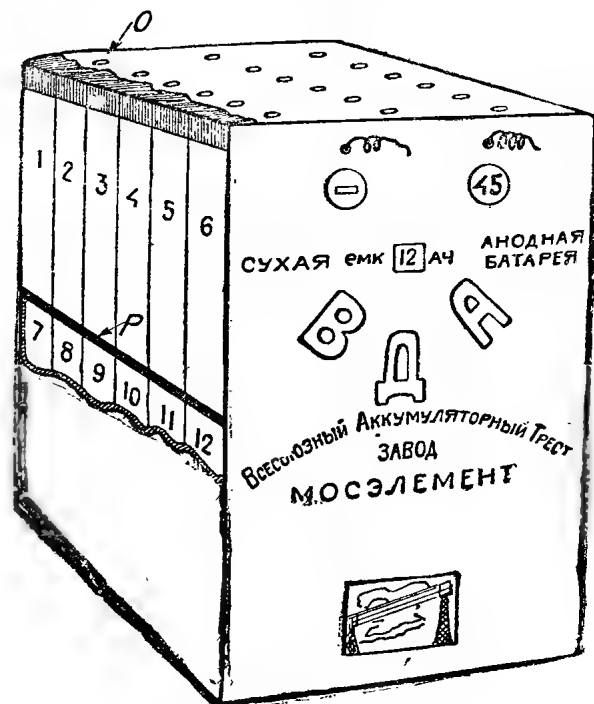

Рис. 2. Сухая анодная батарея ВД в 45 В
На рис. 2 приведен абрис фотографии мощной сухой анодной батареи ВД 45 В емкостью не менее 12 а-ч.
Как это видно из рис. 2, элементы (1–12) расположены в картонном футляре по 6 элементов в ряд. Маленькие дыхательные трубки (0) с надетыми на них латунными колпачками с отверстиями залиты вровень смолкой. Картонный футляр батареи имеет посредине картонную же перегородку (Р), разделяющую батарею пополам. В каждой половине батареи находится 18 элементов. Таким образом во время работы батарея должна стоять этикеткой вверх. Только такое положение обеспечивает дыхание батареи обеими сторонами.
Солнце, являющееся естественным генератором световых лучей, представляет накалившееся тело, температура которого доходит до 6 000°. Солнце, следовательно, относится к температурным излучателям, причем оно обладает непрерывным спектром, представленным на рис. 2 (фраунгоферовы линии мы опускаем). Лучеиспускательная способность любого накаливающегося тела зависит от его температуры. Закон Планка-Вина связывает лучеиспускательную способность источника с его температурой и длиной волны и выражается формулой (2)